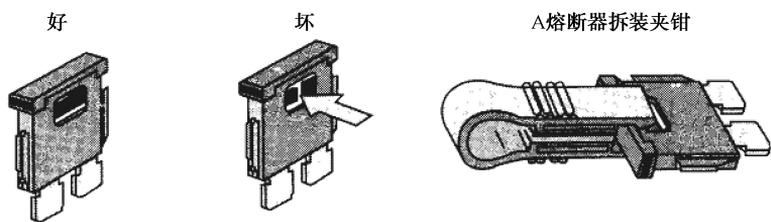

图 1.5 普通熔断器的结构类型
熔断器是最普通的电路保护装置，熔断器盒一般安装在仪表盘附近或发动机罩下面，常与继电器组装在一起，构成全车电路的中央接线盒。由于全车电路被点火开关和其他开关（如灯光开关）分成火线（30 号线）、点火仪表指示灯线（15 号线）和附件专用线（ACC 线或 15A 线），还可以再由继电器灯光开关分成小灯、尾灯线、前照灯线，所以相应的熔断器也会分成几类：① 所有开关都断开时就有电的熔丝为 30 号线所接；② 点火开关在 ON 位时有电的熔丝为 15 号线所接；③ 在附件专用挡有电的熔丝为 ACC 线所接。普通熔断器的结构类型如图 1.5 所示。